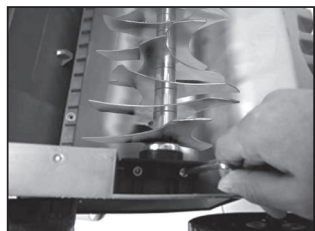

Рис. 4
1. Открутите 2 винта (рис. 4).
2. Закрепите установленный вал 2 винтами (рис. 4).